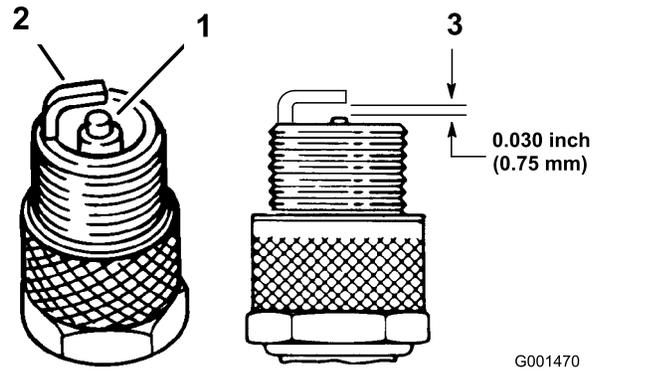

Figura 41
5. Impostate la distanza tra il centro e il lato degli elettrodi a 0,762 mm, come illustrato nella Figura 41.
4. Controllate le condizioni degli elettrodi laterale e centrale, e dell'isolatore dell'elettrodo centrale, per accertare che non siano danneggiati (Figura 41).